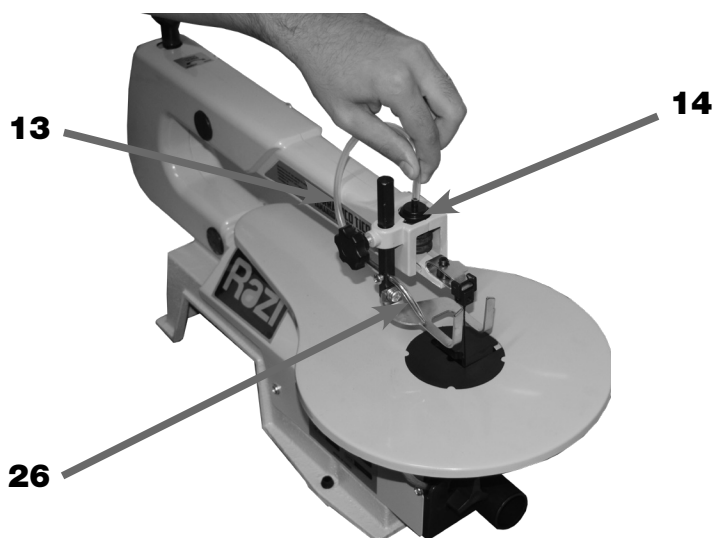

FIGURA 10 – Conectando a Mangueira
1. VERIFICAR se um lado da Mangueira (13) está bem conectado no Bico Soprador (figura 10);
5. VERIFICAR se o Manípulo de Trava da Mesa (24) está apertado;
6. VERIFICAR se a Mangueira (13) está conectada ao Diafragma (14) (figura 10);
7. POSICIONAR a peça a ser cortada sobre a Mesa de Corte (09);
8. AJUSTAR a Proteção da Lâmina (05) sobre a peça a ser cortada;